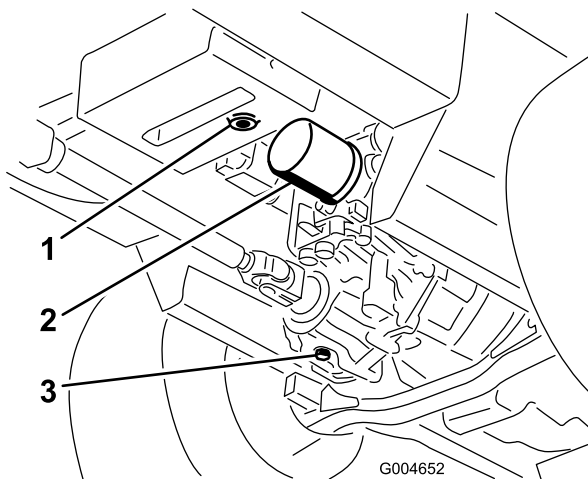

Figura 69
3. Coloque un recipiente grande debajo del depósito de aceite hidráulico y el alojamiento de la transmisión y retire los tapones; deje que se vacíe todo el aceite hidráulico (Figura 69).
4. Limpie la zona alrededor del filtro de aceite hidráulico y retire el filtro (Figura 69).